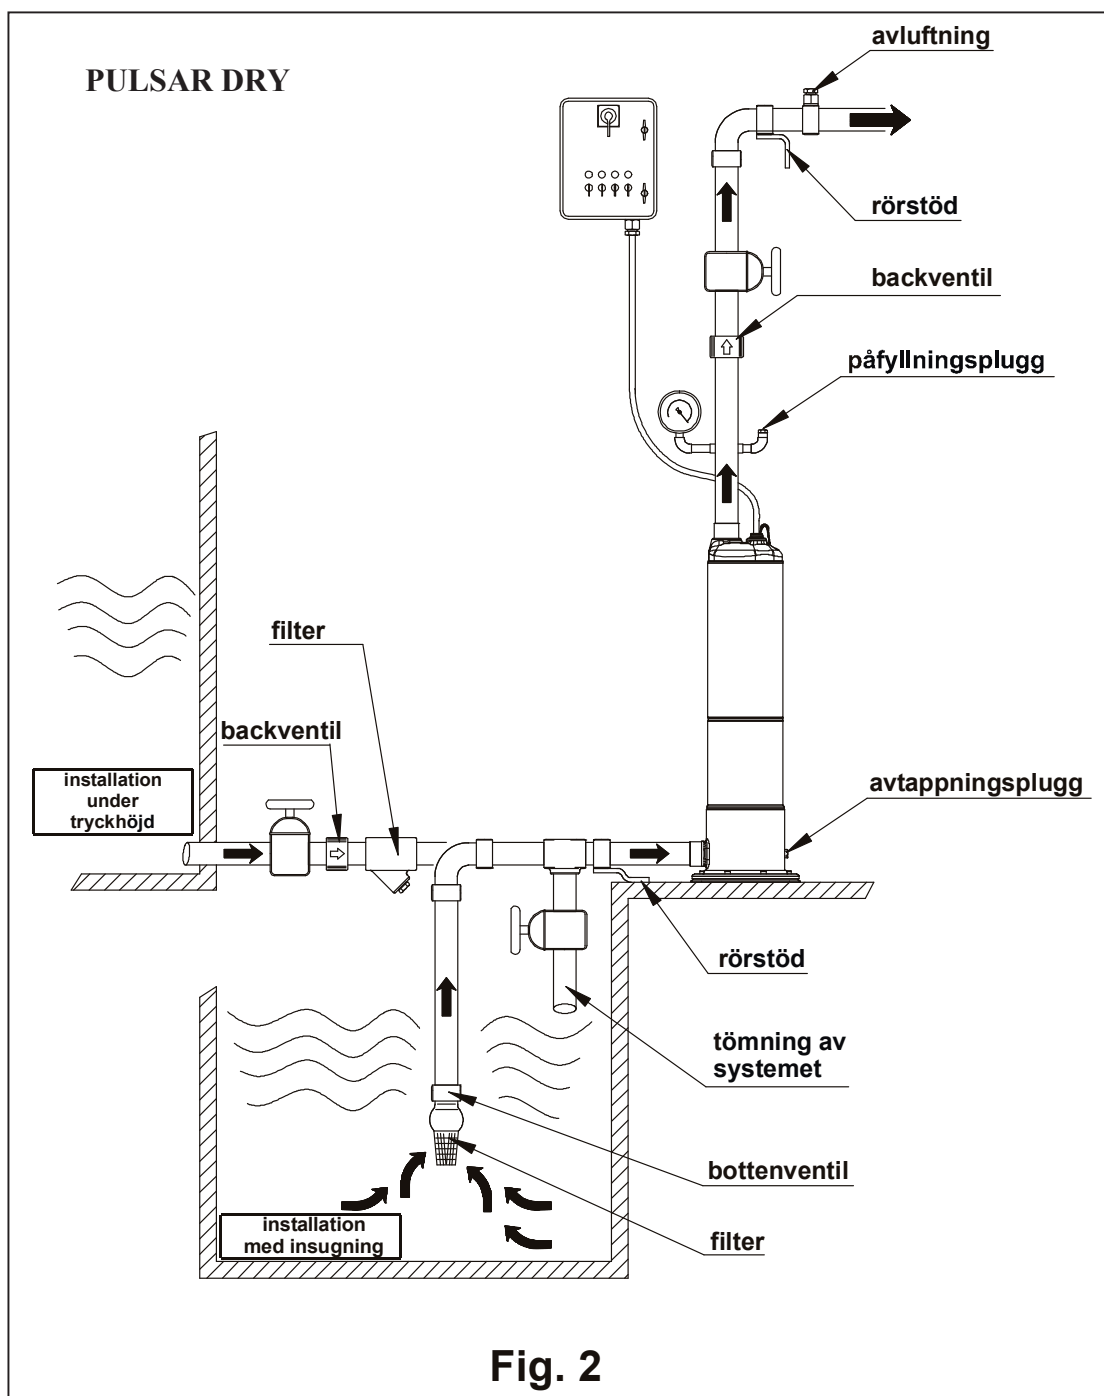

Fig. 2
Före start ska pumpen fyllas på med pumpvätska via hålet som ska göras på tryckröret (fig. 2).
**Elpumparna PULSAR DRY töms via avtappningspluggen som är placerad bakom insugningsmuffen (fig. 2). Detta bör även göras vid normal temperatur när pumpen inte ska användas under en längre tid**